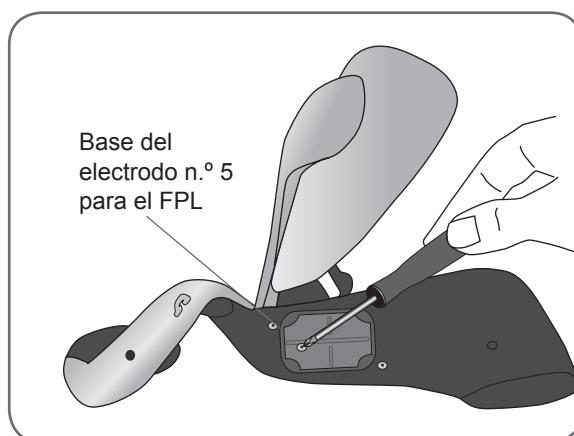

Ilustración 6-14: Cómo retirar el tornillo de la base del electrodo n.º 5 de FPL.
3. Saque el tornillo de la base del electrodo n.º 5 del FPL de la ortesis. No quite las bases de los electrodos. Consulte la Ilustración 6-14.